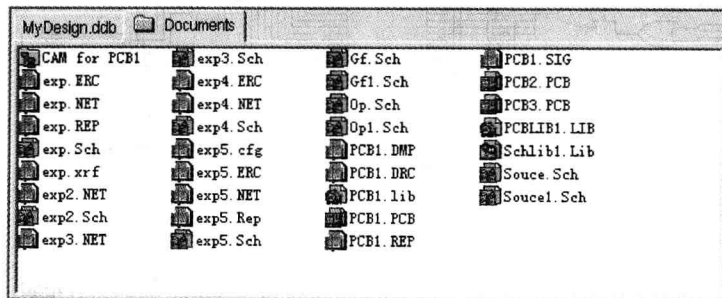

图 1-7 Documents 管理器
3) Documents 管理器用于存储设计文件，如图 1-7 所示。